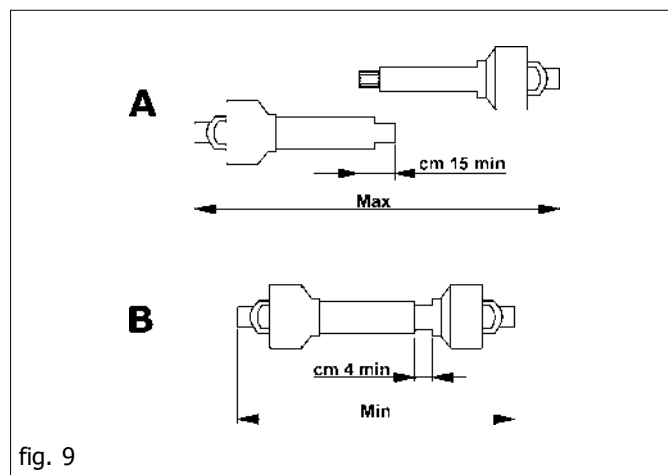

fig. 9
- Wenn die Kardanwelle so weit wie möglich herausgezogen ist, müssen sich die beiden Rohre mindestens um 15 cm überlappen (**A** Abb. 9). Wenn sie so weit wie möglich eingeschoben ist, muß ein Spiel von mindestens 4 cm bestehen (**B** Abb. 9).